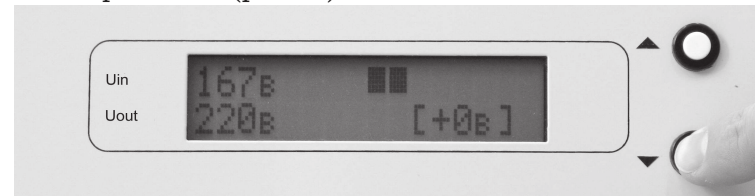

Рис.11
На индикаторе отображается следующая информация (рис.11):
1. Нажать и удерживать кнопку «ВНИЗ» (4 сек.) до появления на ЖК индикаторе, в нижней строке справа, числа в скобках [+0в], отображающее корректирующую величину среднего выходного фазного напряжения (рис.11).